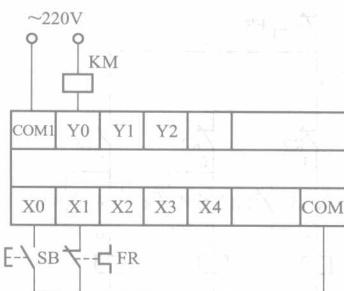

图 2 三相异步电动机单按钮起停控制
(2) 三相异步电动机单按钮起停控制电路三菱 FX_{2N}系列 PLC 接线图如图 2 所示。